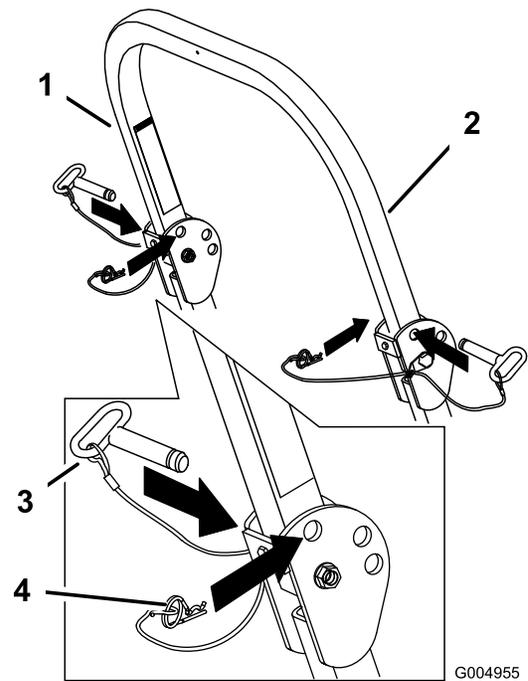

Figura 9
1. Togliete le spine delle coppiglie e le 2 spine (Figura 9).
3. Montate le 2 spine e fissatele con le coppiglie (Figura 9).
4. Per alzare il roll bar rimuovete la coppiglia e le 2 spine (Figura 9).
5. Alzate completamente il roll bar e montate le 2 spine, quindi fissatele con le coppiglie (Figura 9).